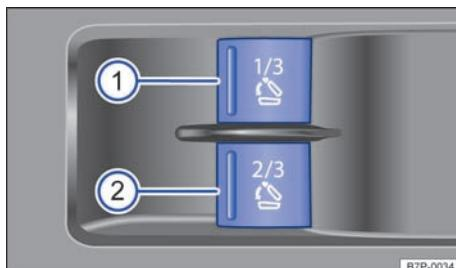

图 119 行李箱内右侧胎壁：用于电动解锁后座椅靠背的按钮
行李箱内有用于后座椅靠背各个部分电动解锁的按钮 → 图 119。
- 将后座椅靠背在座椅上以机械方式 ⇒ 图 118 或在行李箱内以电动方式 ⇒ 图 119 解锁。后座椅靠背随即自动向前翻下。
- 将后座椅靠背在座椅上以机械方式 ⇒ 图 118 或在行李箱内以电动方式 ⇒ 图 119 解锁。后座椅靠背从卡止装置中弹出。